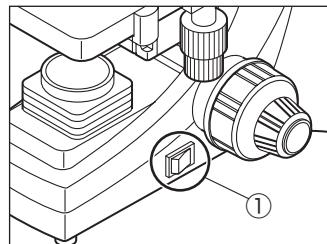

図15
3.2.1 照明の調整（図15、16）
- 1 電源に接続し、メインスイッチ①を"-"（ON）の位置にします。
- 2 照明を明るくする場合は、光度調節ダイアル（照明調節スイッチ）②を反時計回りに回します。